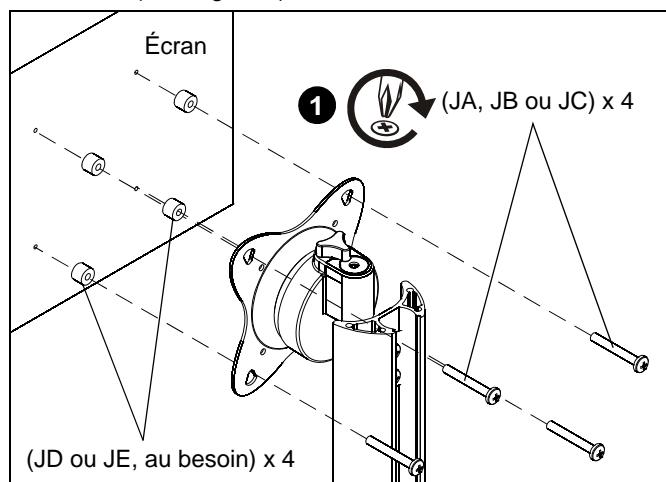

Figure 5
1. Choisissez les vis et les entretoises (si besoin) appropriées dans le sac de quincaillerie (J) et fixez le STS1 au dos de l'écran. (Voir Figure 5)